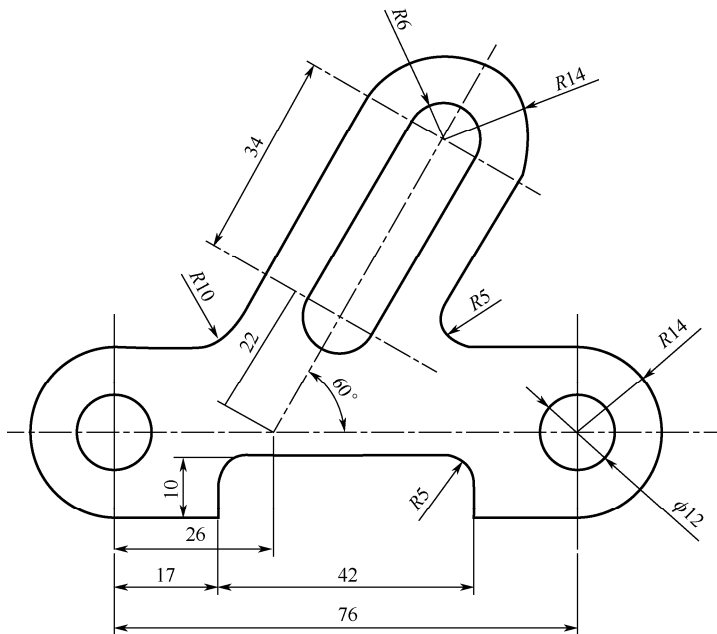

图 8-32 任务图 8-2
2. 绘制如图 8-32 所示的图形,并将其发布到 Web 页上。